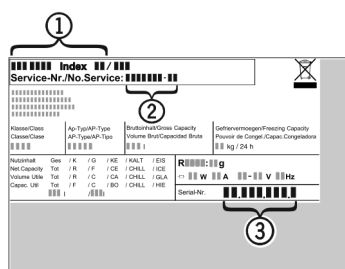

Fig. 9
- ▶ 读取铭牌上的设备名称 Fig. 9 (1)、服务号 Fig. 9 (2)和序列号 Fig. 9 (3)。铭牌位于设备内左侧。
- ▶ 通知客户服务部,并告知设备名称 Fig. 9 (1)、服务号 Fig. 9 (2)和序列号 Fig. 9 (3)。